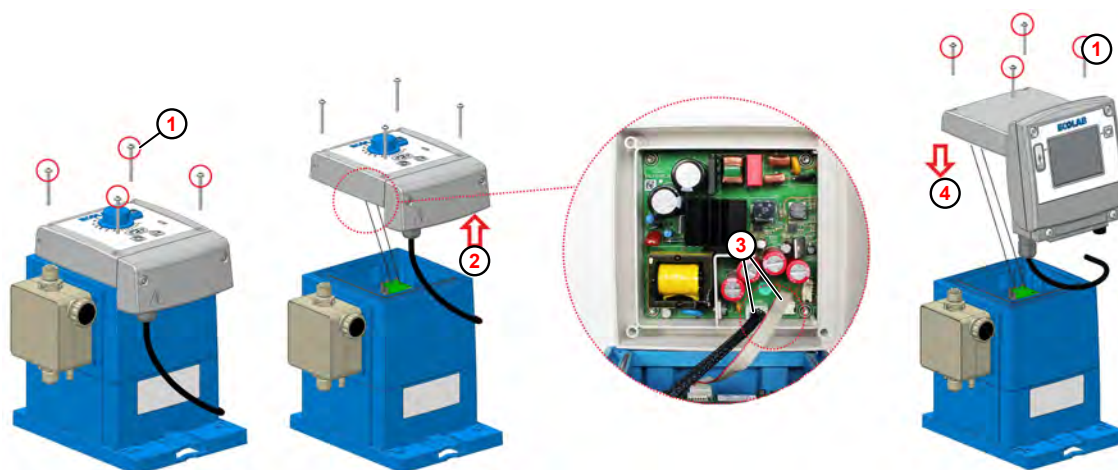

Fig. 37: Mise à niveau vers EcoAdd
1. Desserrer les vis de fixation (Fig. 37 , ①) de l'unité de commande **EcoPro** à l'aide d'une clé Torx (TX25).